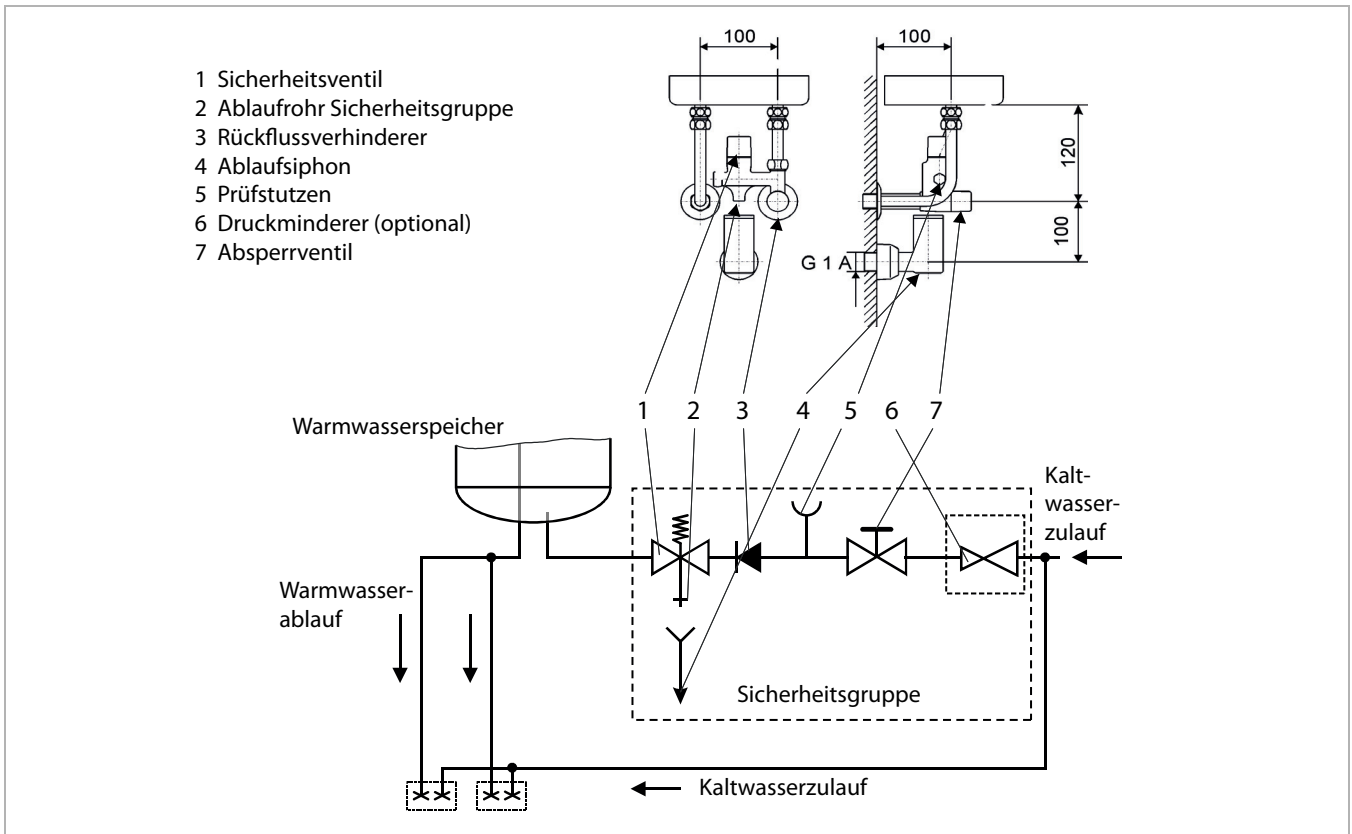

Abb. 2: Wasseranschluss im geschlossenen System
- Es ist unbedingt eine baumustergeprüfte Sicherheitsgruppe (siehe Abb. 2) nach DIN 1988 im Kaltwasserzulauf einzubauen.